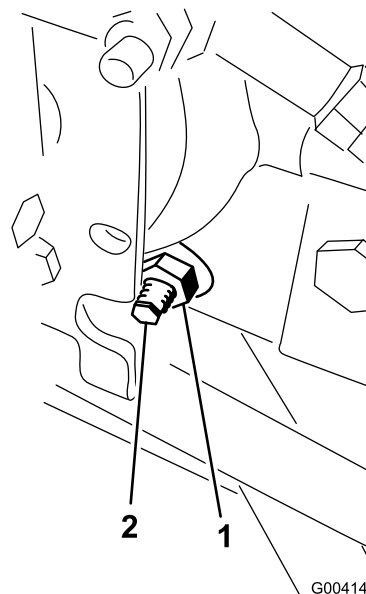

Рисунок 62
3. С правой стороны гидростата ослабьте контргайку кулачка регулировки тяги (Рисунок 62).